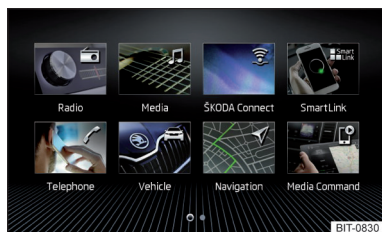
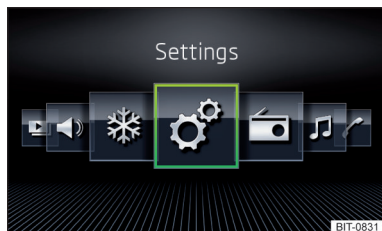

Fig. 168
Fig. 169
- Seleccionar la opción Visualización de la trama » fig. 168 o Visualización horizontal » fig. 169.